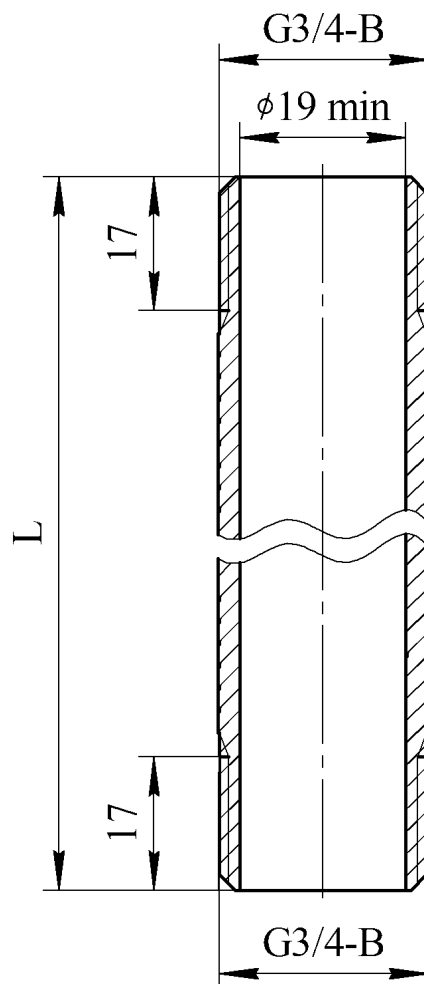

Рисунок 3
- комплект адаптеров для монтажа удлинителя (см. рисунок 3) – 1 шт. (по заявке Потребителя);